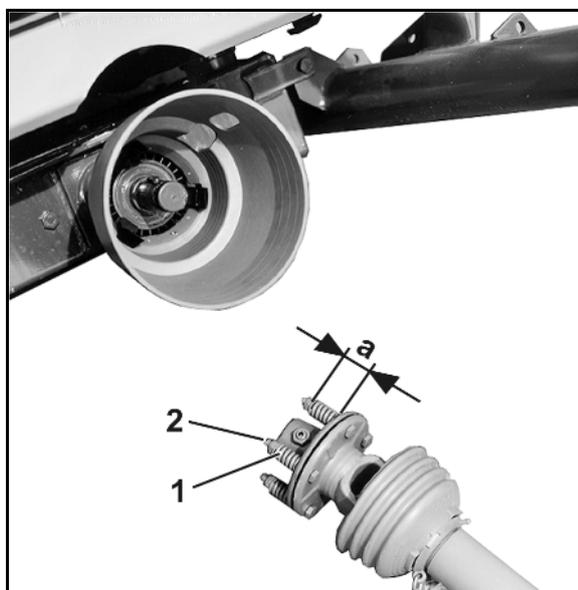

Fig. 73
2. Décompressez les ressorts (Fig. 73/1) en desserrant les écrous (Fig. 73/2).